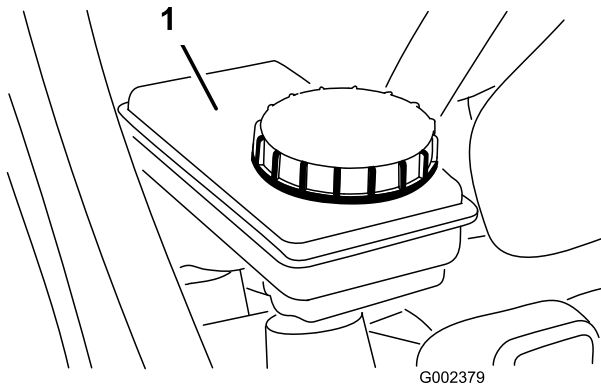

図 27
- A. タンクのキャップの周囲をきれいに拭く 図 27。
- B. タンクからキャップを外す 図 27。
- C. タンクの FULL マークまで液を追加する 図 27。
- D. キャップを取り付ける 図 27。